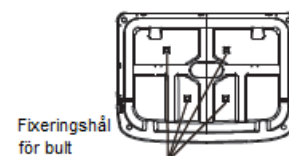

Fig. 8.5
2. För in M8 bultarna i aggregatet när den är kvar på golvet (antal bultar eror på antal hål på aggregatets chassi) (se bild 8.5).